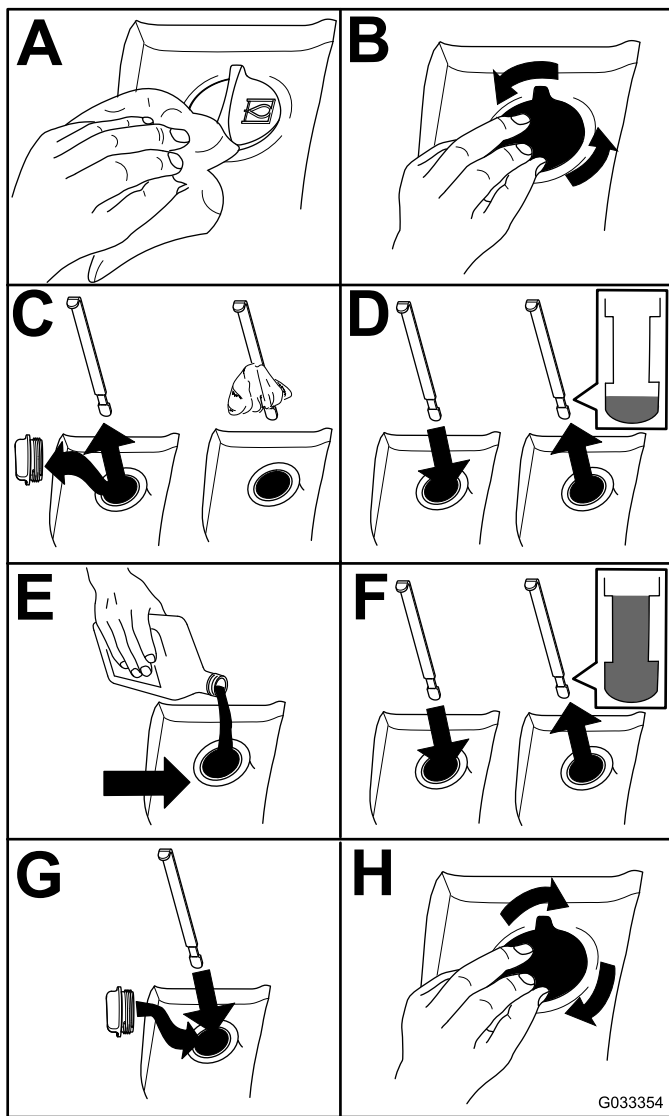

Figure 72
2. Contrôlez le niveau du liquide hydraulique (Figure 72).